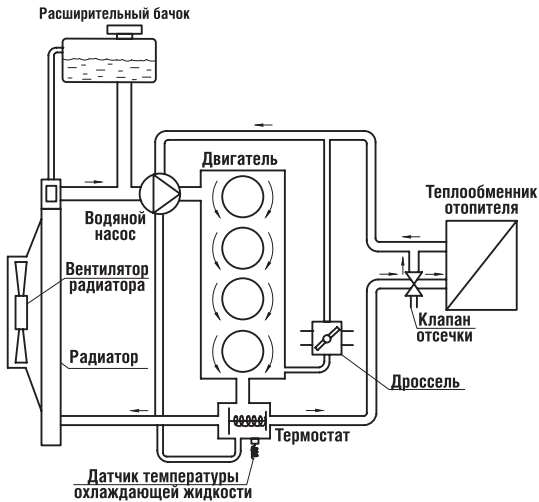

Рисунок 2. Общая схема системы охлаждения.
1. При выборе места для подключения манометра к системе охлаждения, наилучшим местом подключения будет клапанная крышка радиатора, если она предусмотрена конструкцией (рис. 2). Такое исполнение часто встречается на примерно половине автомобилей, произведённых в США, и почти на всех азиатских серийных транспортных средствах.